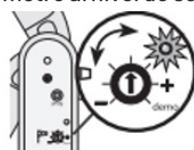

Imagen 42: potenciómetro del sensor viento.
11. Verificado el funcionamiento del sensor, ajuste el potenciómetro al nivel de sensibilidad que mejor se adapte (imagen 42).